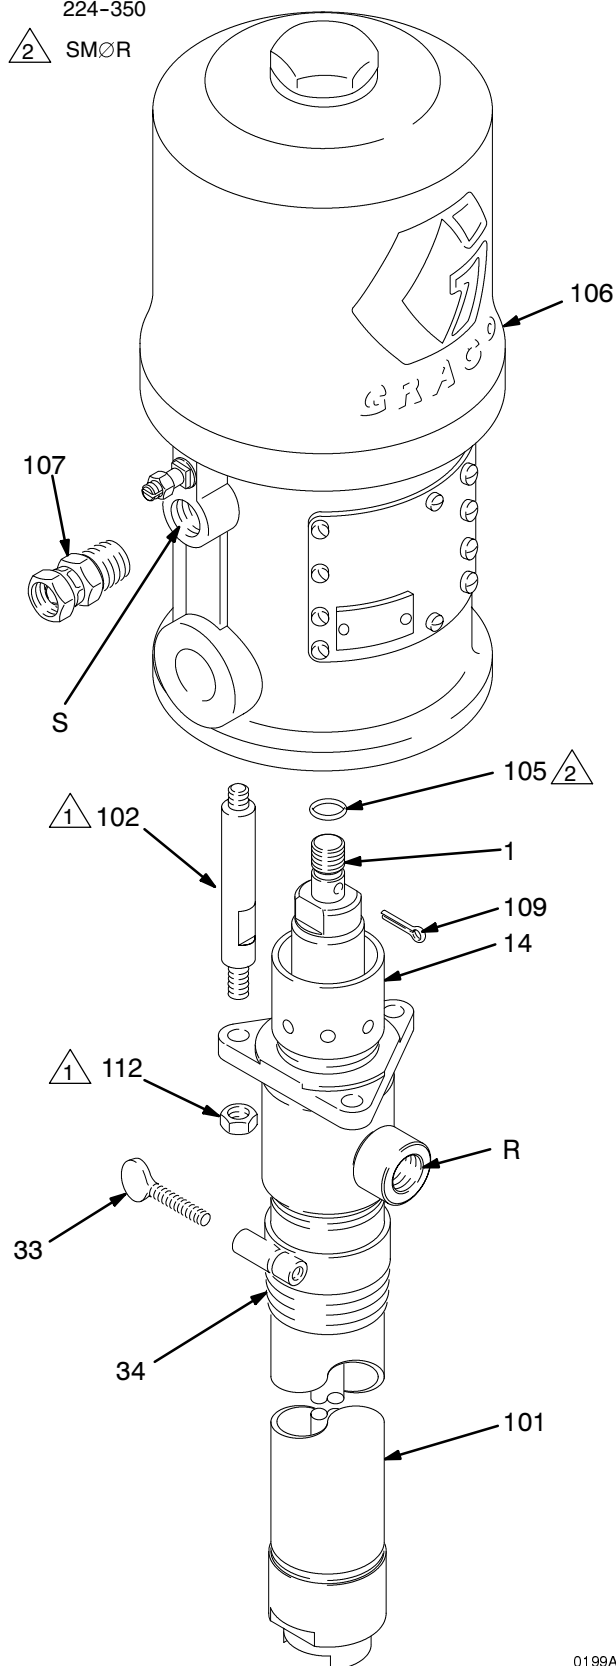

Fig. 3
2. Koble fra luft- og væskeslangene. Ta pumpen av festet og legg merke til den relative stillingen til pumpens væskeutløp (R) og luftmotorens luftinntak (S).
3. Skru av strekkstengenes (102) låsemutre (112). Ta ut splinten (109). Skru stempelstangen (1) av luftmotoren (106). Trekk stempelpumpen (101) forsiktig av luftmotoren (106). Undersøk O-ringen (105). Se fig. 3.
1. Smør O-ringen (105) og undersøk at den sitter på stempelstangen (1). Sett pumpens væskeutløp (R) mot luftmotorens luftinntak (S) som beskrevet i trinn 2 under **Stempelpumpen demonteres**. Sett stempelpumpen (101) på strekkstengene (102). Skru låsemutrene (112) løst på strekkstengene (102). Se fig. 3.
2. Skru stempelstangen (1) på akselen i luftmotoren (106) til stifthullene på stangen og akselen ligger an mot hverandre. Rett opp splinten (109).
3. Sett pumpen på plass og koble til alle slanger. Koble til jordingskabelen hvis den ble tatt av. Trekk til pakkmutteren (14), men ikke for mye. Fyll pakkmutteren med Graco Throat Seal Liquid eller et egnet løsemiddel.
4. Trekk strekkstengenes låsemutre (112) til med et moment som vist på fig. 3.
6. Undersøk at pakkmutteren (14) ikke lekker. Følg fremgangsmåten under **Trykkavlastning** på side 8 før du trekker pakkmutteren til.